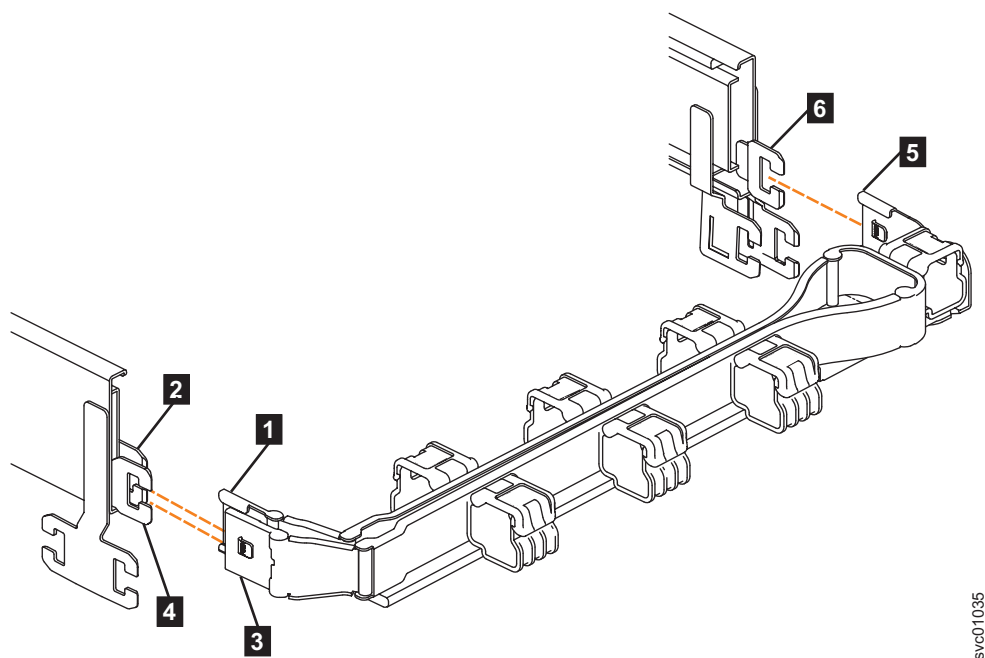
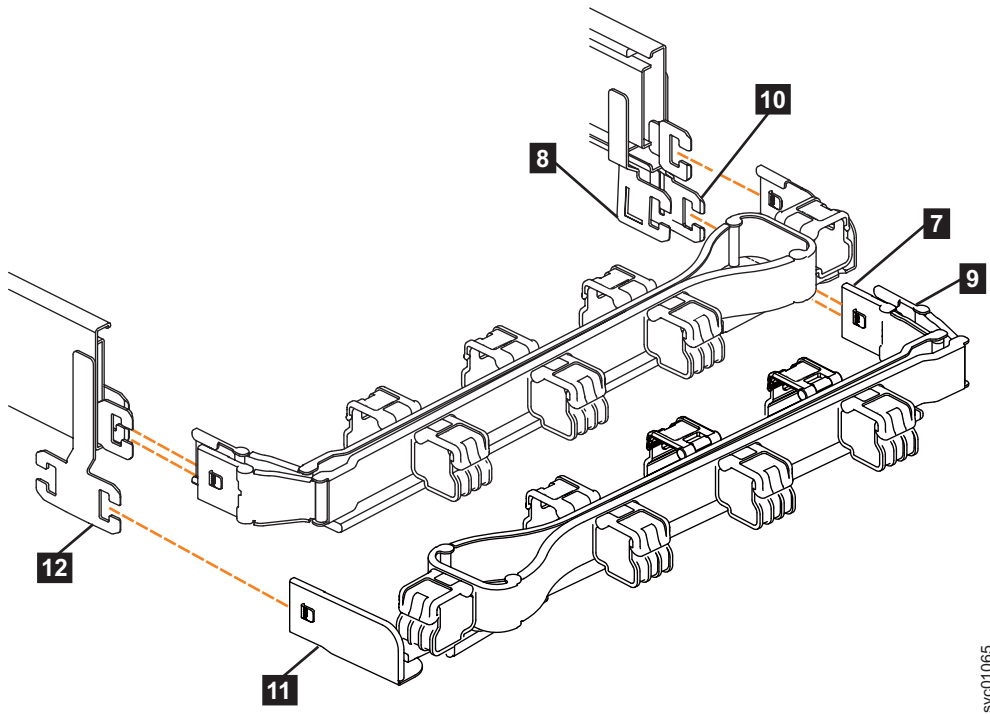

图 65. 上部理线臂的连接器
图 66. 下部 CMA 组合件的组件
CMA 的连接器安装在支撑导轨末端的导轨挂钩上。图 65 显示了上部 CMA 组合件上的连接器。
1. 按下上部 CMA 组合件的连接器基座上的滑锁（图 65 中的 **5**）。
2. 拉动连接器以从右侧支撑导轨上的连接器基座（图 65 中的 **6**）中将其卸下。
3. 按下上部 CMA 组合件的外部连接器上的滑锁（图 65 中的 **3**）。
4. 从左侧支撑导轨的内部构件中卸下外部连接器（图 65 中的 **4**）。
5. 将上部 CMA 组合件的内部连接器（**1**）从左侧支撑导轨的内部构件（**2**）中卸下，如图 65 中所示。
注：卸下下部 CMA 组合件的过程与卸下上部 CMA 组合件的过程相同。但是，连接器位置颠倒。例如，上部 CMA 的连接器基座（第 73 页的图 65 中的 **5**）将连接到右侧导轨。下部 CMA 的连接器基座（图 66 中的 **11**）将连接到左侧导轨。
- 将下部 CMA 组合件上的连接器基座（**11**）从左侧支撑导轨上的连接器（**12**）上卸下，如图 66 所示。
- 将下部 CMA 组合件的内部连接器（**9**）从右侧支撑导轨的外部构件（**10**）上卸下，如图 66 中所示。
- 将下部 CMA 组合件的外部连接器（**7**）从右侧支撑导轨的内部构件（**8**）上卸下，如图 66 中所示。